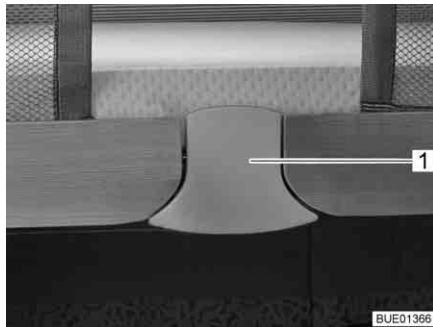
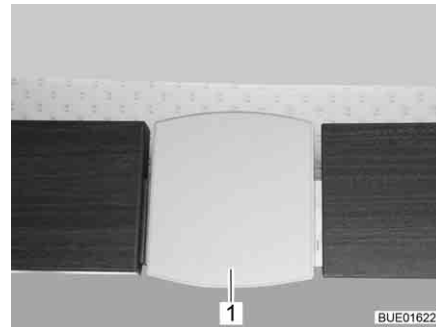

Fig. 134 Dispositif de déverrouillage (Elegance)
Fig. 135 Dispositif de déverrouillage (Viseo)
- Retirer la plaque de déverrouillage (Fig. 134,1 ou Fig. 135,1) par le bas. Le dispositif de verrouillage est alors débloqué.